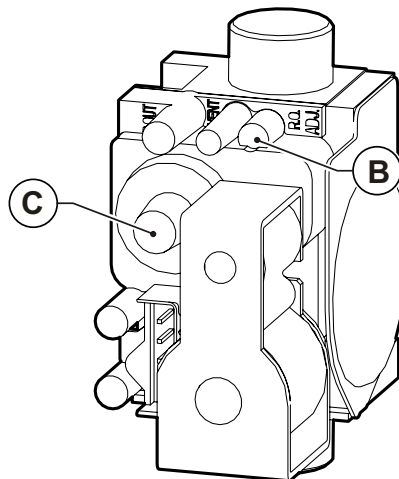

Fig. 36 Regulación valor anhídrido carbónico KR 45 - KR 60
- Regular el valor del anhídrido carbónico (CO₂) en los humos girando el regulador de relación **B** (ver Fig. 36 Regulación valor anhídrido carbónico KR 45 - KR 60) y asegurarse de que no supere los límites de la Tab. 1 Datos de calibrado KR 45 y de la Tab. 2 Datos de calibrado KR 60.
- Regular el valor del anhídrido carbónico (CO₂) en los humos girando el regulador de offset **C** (ver Fig. 36 Regulación valor anhídrido carbónico KR 45 - KR 60) y asegurarse de que no supere los límites de la Tab. 1 Datos de calibrado KR 45 y de la Tab. 2 Datos de calibrado KR 60.